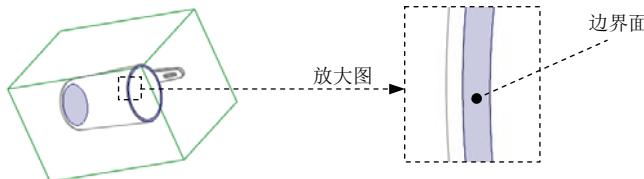

图 7.34 定义边界面
③ 定义边界曲面。在系统“指定限制这些曲面的边界曲面”的提示下，从列表中选取图7.34所示的边界面。